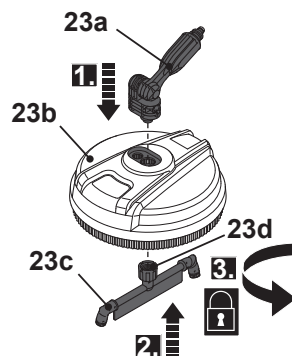

Fig. 3
1. Aliniați conectorul unghiului (23a) la orificiile carcasei (23b) și introduceți conectorul unghiului în carcasă. (Fig. 3 pasul 1).